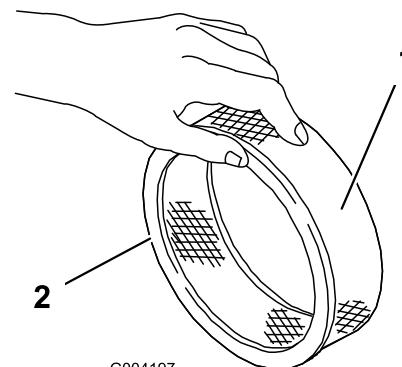

Figura 20
| 5. Verifique se o filtro de papel tem rasgões, película de óleo ou o vedante de borracha danificado (Figura 20). |         |
1. Faça deslizar cuidadosamente o filtro prévio de esponja para o filtro de papel (Figura 20).